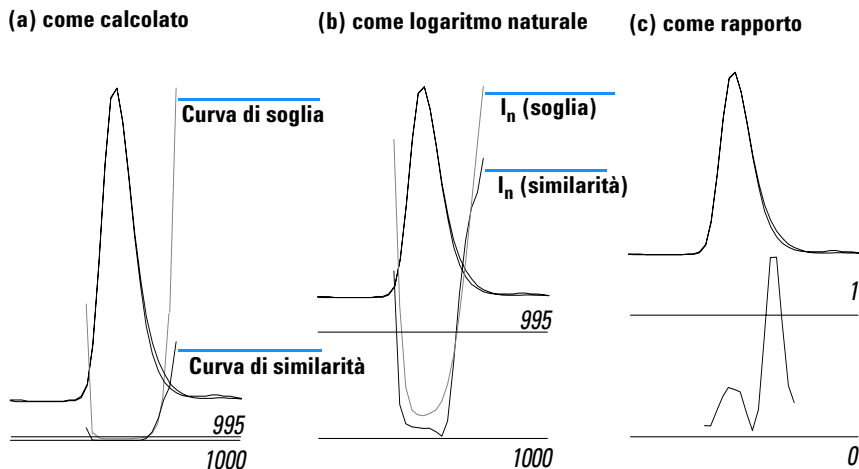

Figura 25 Curve di soglia e di similarità,
- 1 Senza trasformazioni, vedere la Figura 25 \(a\);
- 2 Come logaritmo naturale, \ln , vedere la Figura 25 \(b\), con il vantaggio di maggiori dettagli sull'apice del picco nella parte inferiore del grafico;
- 3 Come rapporto: $\text{ratio} = \frac{1000 - \text{similarity}}{1000 - \text{threshold}}$, vedere Figura 25 \(c\).